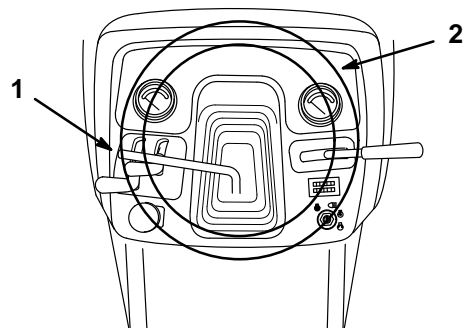

Figure 23
1. Soulever le levier de réglage pour débloquer l'inclinaison du volant (Fig. 23).